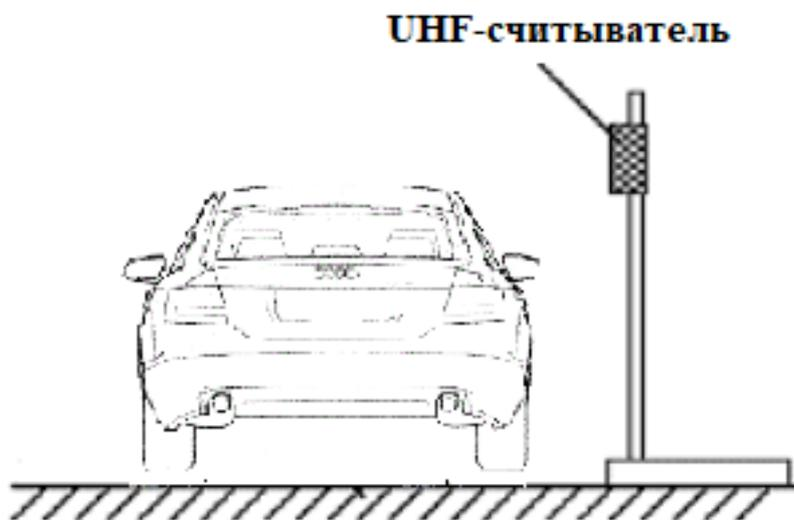

Рисунок 2.
1. Расстояние считывания 1.5-2 м. (рисунок 2)